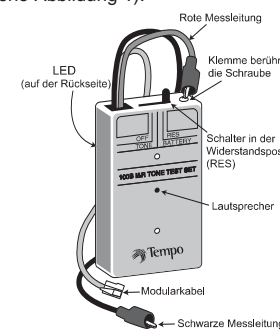

Abb. 1
- KALIBRIERUNG:** Ein interner, auf ein Megaohm bewerteter Widerstand steht für einen Vergleich mit dem Störwiderstand des zu prüfenden Schaltkreises oder der Anlage zur Verfügung (siehe Abbildung 1).